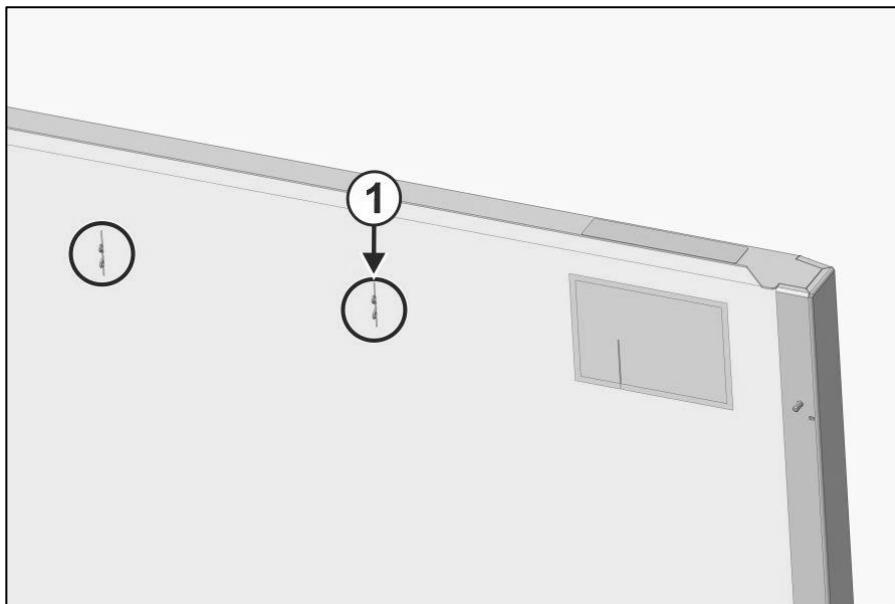

Abb. 21: Schrankklemmen DK50 2x2V/110S/M
- Bringen Sie die Tür am Schrank an, schließen Sie den Displaystecker an und sichern Sie das Kabel am Display in der Klemme (1) in der Fronttür (Abb. 18, Abb. 21).
- Bringen Sie die Tür am Schrank an, schließen Sie den Displaystecker an (Abb. 17) und sichern Sie das Kabel am Display in der Klemme (1) in der Fronttür (Abb. 21).